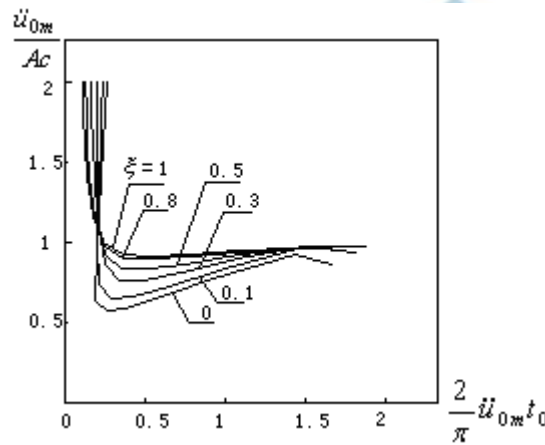

图 4 破损边界曲线
3. 某包装系统在半正弦加速度脉冲激励下的破损边界曲线如图 4 所示。其中， $\ddot{u}_{0m}$  和  $t_0$  分
$\frac{2}{\pi} \ddot{u}_{0m} t_0 = 0.5$  时，调节脉冲幅值  $\ddot{u}_{0m}$  分别为  $10g, 16g, 24g$ ，试根据图 4 判断产品是否破损？